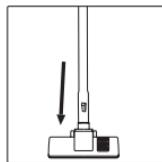

Рис. 3
- Выдвиньте нижнюю часть телескопической трубы (4) на необходимую длину, предварительно нажав на фиксатор (3) (рис. 3).
- Выберите необходимую насадку – щётку для пола/ковровых покрытий (1), щелевую насадку (28), комбинированную щелевую насадку (29) или насадку для паркета (27) и подсоедините её к телескопической удлинительной трубке (4).
- Щелевую насадку (28) и щётку для чистки мебели/мебельной обивки (29) можно присоединять к ручке гибкого шланга (5).